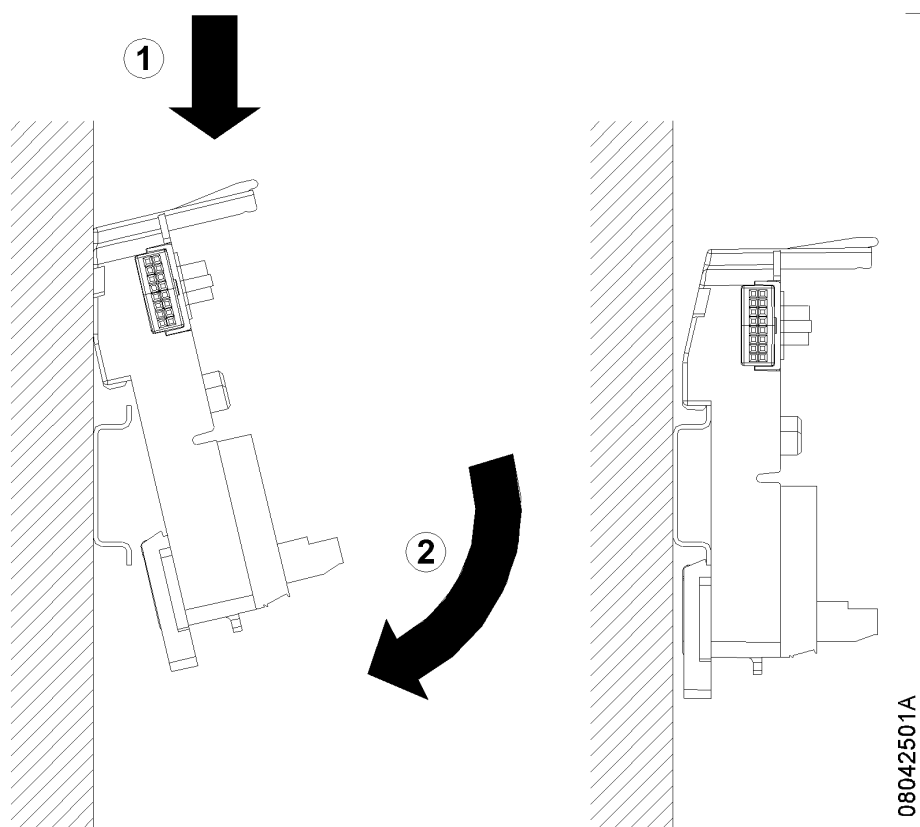

Figura 6-1. Instalação da Base
1. Encoste a base na superfície do painel de montagem, como mostra a Figura 6-1.